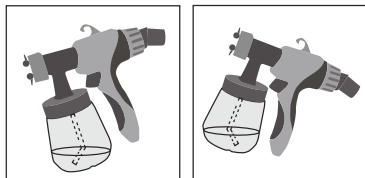

Рис. 2
- в) установите всасывающую трубку в зависимости от обрабатываемой поверхности: при горизонтальной поверхности поверните трубку вперед, при вертикальной – назад (Рис. 2);